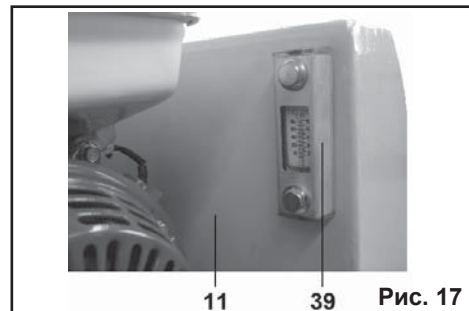

Рис. 17
8.4.2. Уровень масла в масляном баке (11) проверяется по указателю уровня масла (39), который располагается на масляном баке около двигателя (5) (Рис. 17).